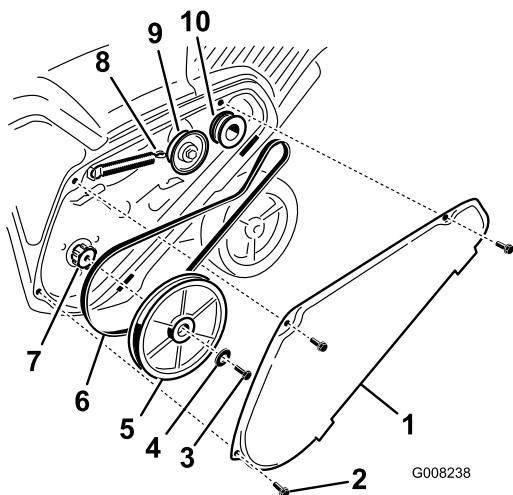

Figure 31
1. Enlevez le couvercle de la courroie d'entraînement après avoir retiré les 3 boulons comme montré à la Figure 31.
2. Décrochez le ressort de frein du bras de la poulie de tension pour détendre la courroie (Figure 31).
3. Enlevez la vis et la rondelle bombée qui retiennent la poulie de rotor (Figure 31).
4. Retirez la poulie de rotor et la courroie d'entraînement (Figure 31).
Remarque: Acheminez la courroie neuve autour de la poulie du moteur, puis de la poulie de tension, et enfin autour de la poulie de rotor desserrée, située juste au-dessus de l'arbre de rotor (Figure 31).
6. Montez la poulie de rotor sur l'arbre de rotor (Figure 31).
7. Montez la rondelle bombée et le boulon de fixation de la poulie de rotor, et serrez-les solidement (Figure 31).